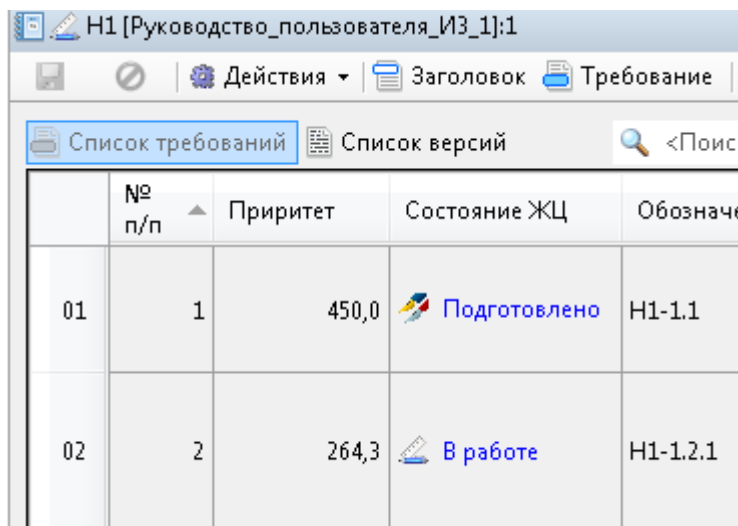

Рисунок 51 — Окно списка требований определенного статуса
- для получения списка требований определенного статуса нажать на кнопку над таблицей справа для вызова редактора поискового запроса (Рисунок 51);